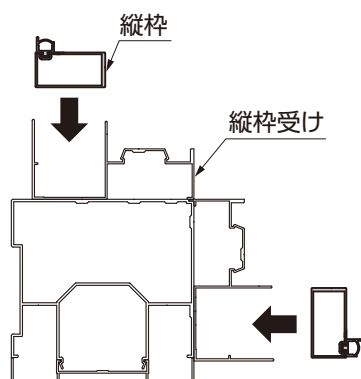
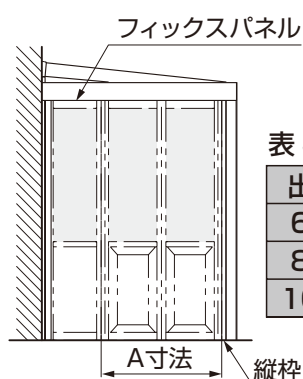

図 3-2
図 3-3 側面側
- 図3-2を参照して向きを確認して縦枠を取付けてください。
- ①縦枠を縦枠受けに組付けてください。
- ②側面側は縦枠とフィックスパネル間がA寸法であることを確認してください。(図3-3、表3-1参照)